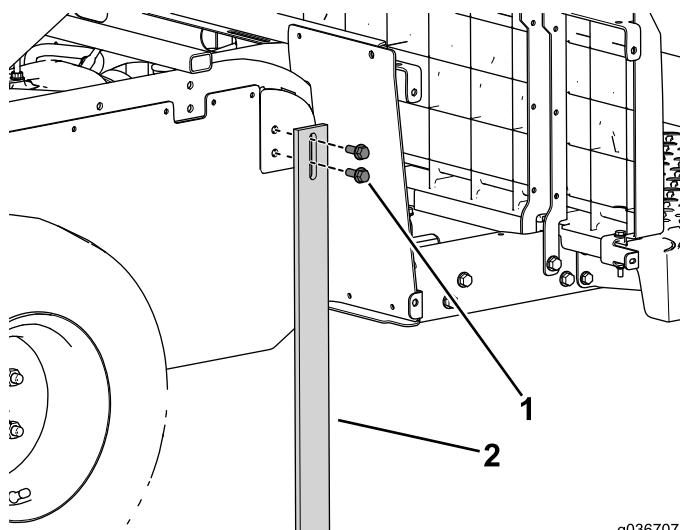

Figura 14
- Utilice los 4 pernos con arandela prensada para instalar las patas de apoyo en ambos lados de la máquina (Figura 14).